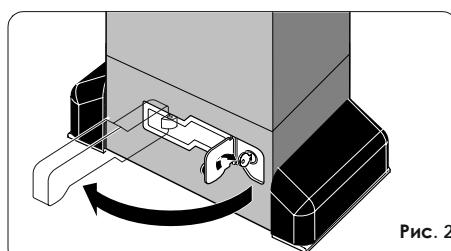

Рис. 2
Габариты двигателя ДхВхГ, мм	См. рис. 2
2. Поверните ключ по часовой стрелке и потяните рычаг на себя (рис. 2)